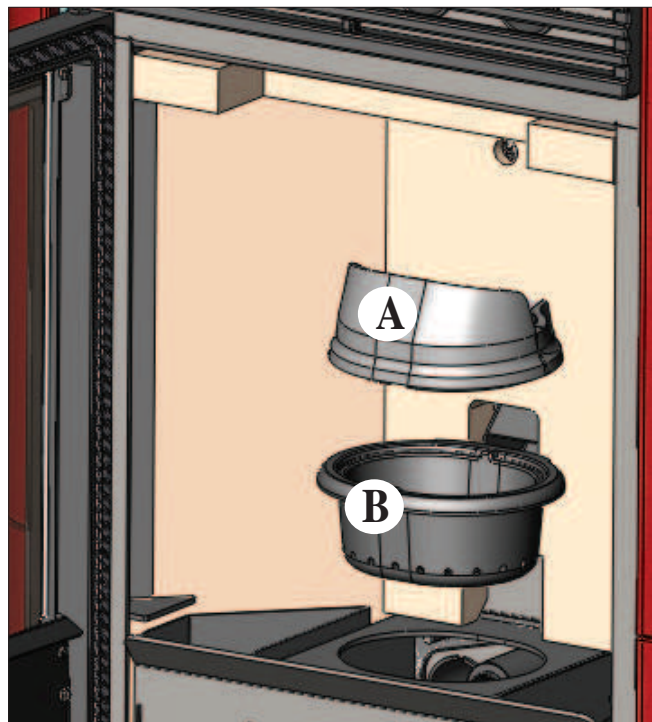
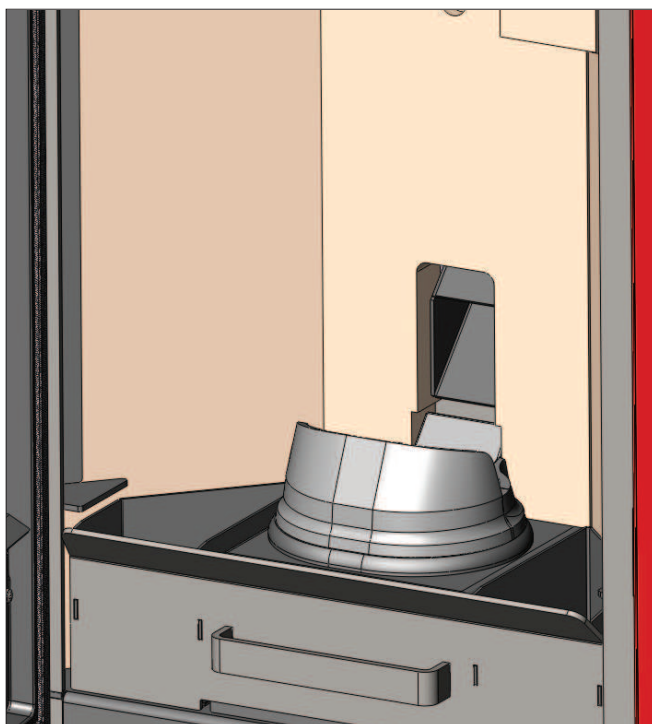

fig. 1
fig. 2
Dopo la normale pulizia, il NON CORRETTO accoppiamento del crogiolo superiore (A) (fig. 1) con il crogiolo inferiore (B) (fig. 1) può compromettere il funzionamento della stufa. Quindi prima dell'accensione della stufa, assicurarsi che i crogioli siano accoppiati correttamente come indicato in (fig. 2) senza presenza di cenere o incombusti sul perimetro di contatto.